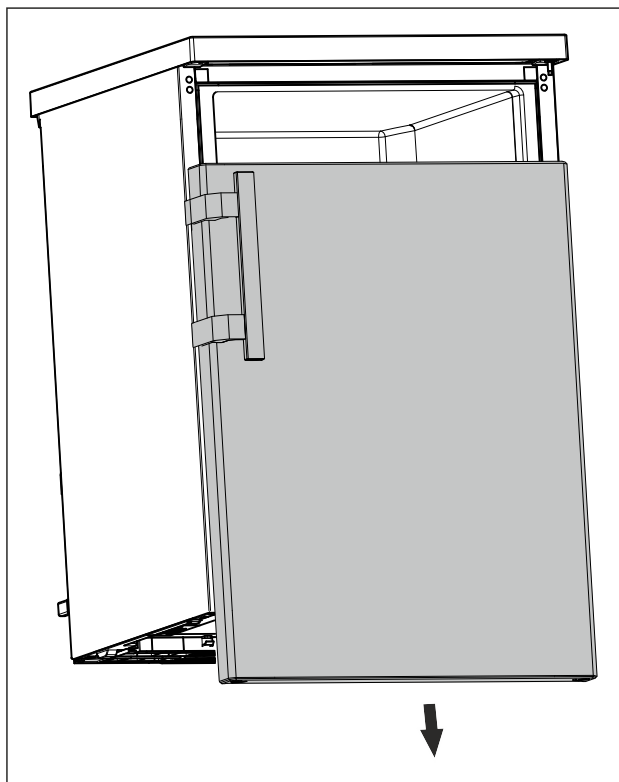

Fig. 8
- ▶ Rimuovere la porta verso il basso. (vedere Fig. 8)